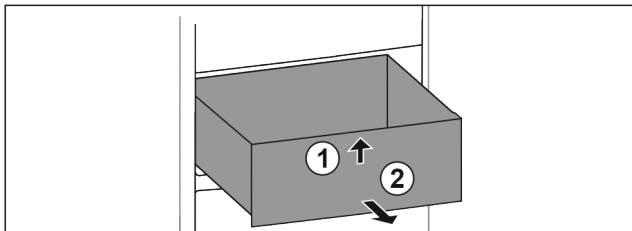

Fig. 67
- ▶ Ridicați sertarul în față. Fig. 67 (1)
- ▶ Extrageți sertarul spre înainte. Fig. 67 (2)